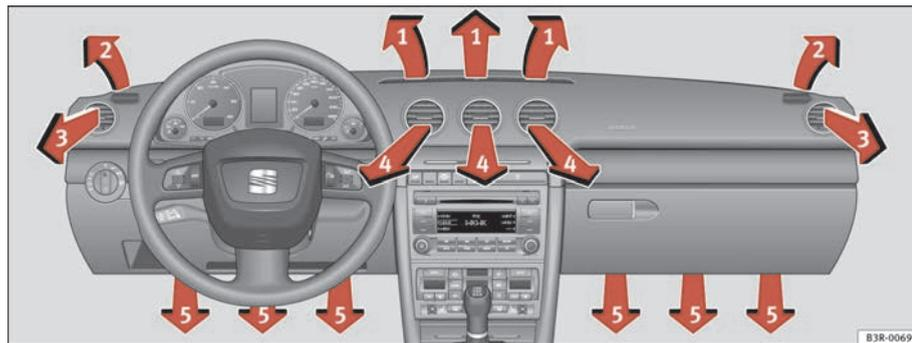

Fig. 135 Tableau de bord : agencement des diffuseurs d'air
Les diffuseurs d'air ⇒ fig. 135 ③ et ④ fonctionnent comme suit :
Les trois touches permettent d'opérer les réglages énumérés ci-dessous. Les chiffres se rapportent aux diffuseurs d'air ⇒ page 168, fig. 135.
Le moteur de la soufflante est alimenté en courant solaire provenant du toit solaire, lorsque vous coupez le contact d'allumage. Veillez à ce que les diffuseurs 3 et 4 soient ouverts ⇒ page 168, fig. 135 afin d'obtenir une ventilation optimale.